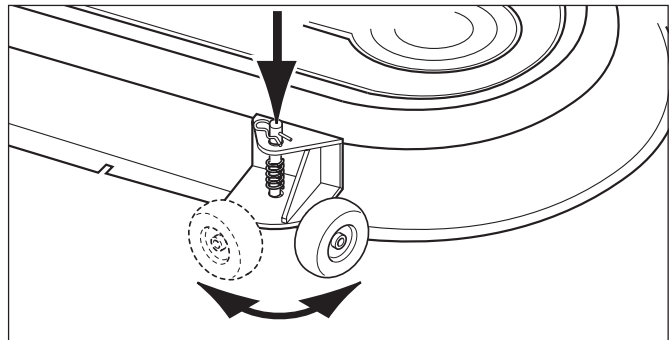

Figure 15. Roulettes-guides - Modèles de 137 cm seulement
1. Garer le tracteur, abaisser le levier de relevage, désengager la PDF, arrêter le moteur, retirer la clé du contact et serrer le frein de stationnement. Le cas échéant, faire pivoter les roulettes-guides en position coulissante (voir la figure 15).
3. Voir la figure 15. Braquer les roues droit vers l'avant. Tirer le levier à ressort (B) tout en soulevant l'attelage de la tondeuse. Installer l'attelage de la tondeuse sur les supports (A) de l'attelage du tracteur. Lorsqu'il est correctement installé, le levier à ressort doit être complètement en contact avec le dessous des supports.
6. Le cas échéant, soulever le levier de relevage et pivoter les roulettes-guides avant (figure 15) en position de coupe.
3. Voir la figure 15. Braquer les roues droit vers l'avant. Tirer le levier à ressort (B) tout en soulevant l'attelage de la tondeuse. Installer l'attelage de la tondeuse sur les supports (A) de l'attelage du tracteur. Lorsqu'il est correctement installé, le levier à ressort doit être complètement en contact avec le dessous des supports..
8. Le cas échéant, soulever le levier de relevage et pivoter les roulettes-guides avant (figure 15) en position de coupe.